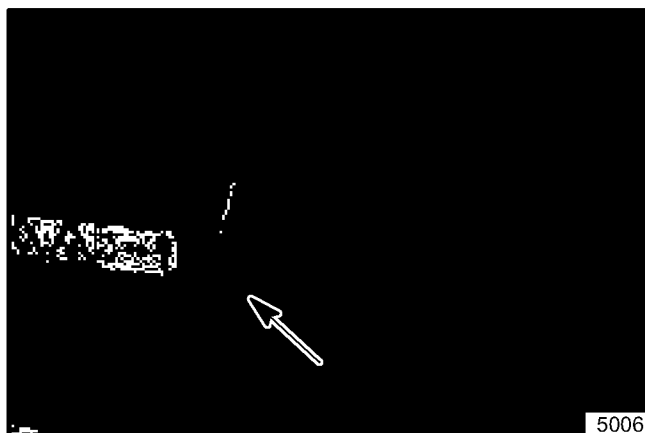

Abbildung 9. Mit dem Hubarm verbundene Hubstange
16. Verbinden Sie den Schäkel an der Hubstange mit dem Hubarm mit Hilfe eines Ösenbolzens, wie in Abbildung 9 dargestellt.